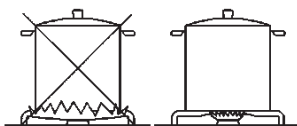

Fig. 2
- Utilisez des récipients adaptés à chaque brûleur (reportez-vous au tableau suivant et à la fig. 2).